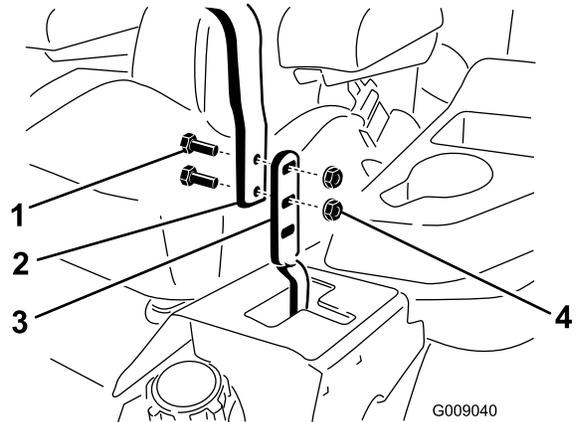

Figura 95
3. Afloje los pernos y las tuercas con arandela prensada de las palancas (Figura 95).